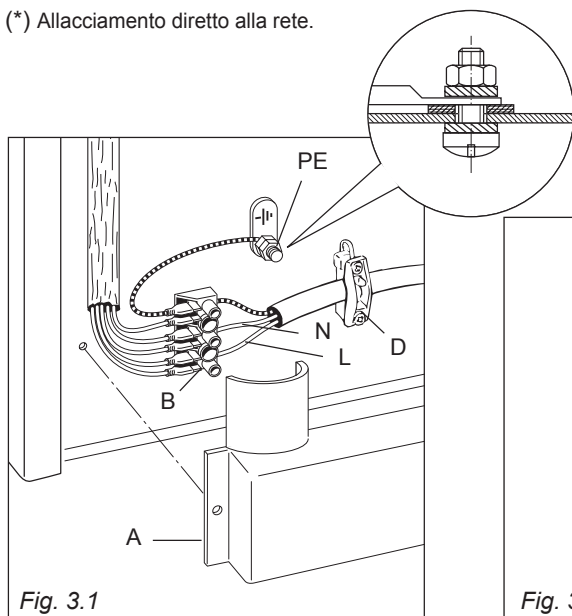

Fig. 3.1
- Svitare le viti di fissaggio della protezione "A" dietro la cucina (fig. 3.1).
- Collegare i cavi alla morsetteria "B" secondo le figure 3.1, 3.2: